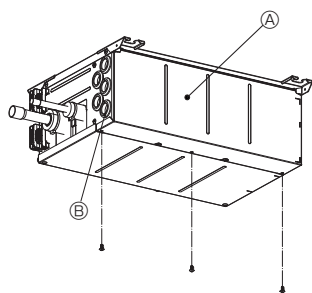
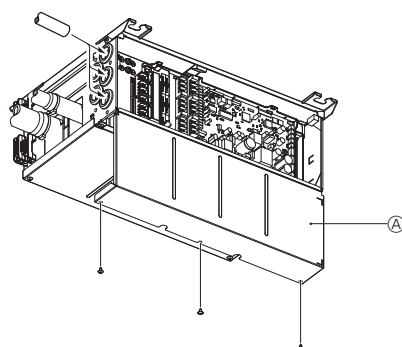
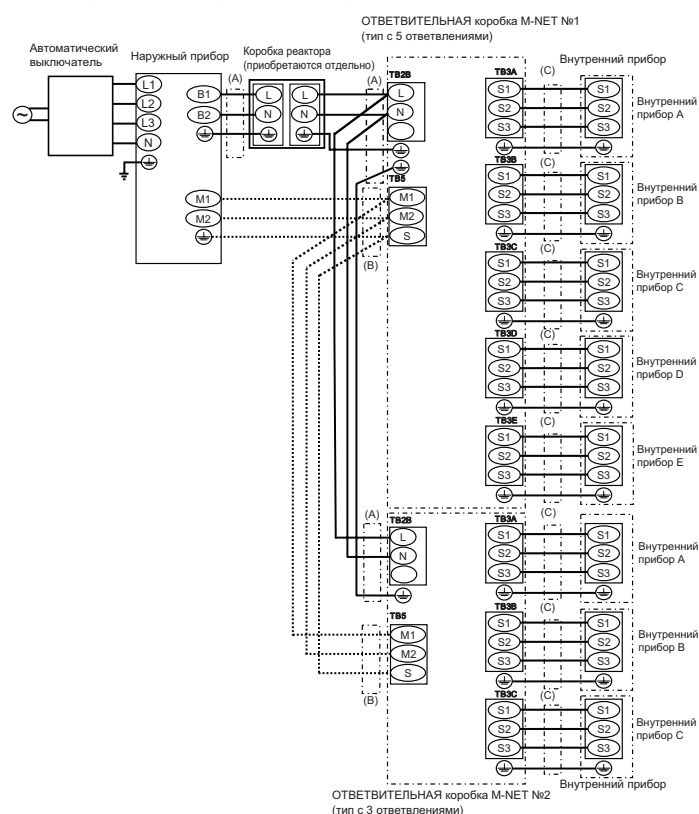

Fig. 8-1
Fig. 8-5
Fig. 8-8
(1) Снимите крышку электрооборудования. (Fig. 8-1)
(2) Пропустите электропроводку в ответвительную коробку, закрепляя каждый провод на соответствующем месте зажимом.
(3) Надежно закрепите каждый провод на соответствующей клеммной колодке. (Fig. 8-8)
(4) Установите двухпозиционный переключатель. (См. 8.3)
(5) Установите крышку электрооборудования на место.
8.1. При использовании кабелепровода (Fig. 8-5, 8-6, 8-7)
8.2. Порядок монтажа наружной проводки (Fig. 8-8)